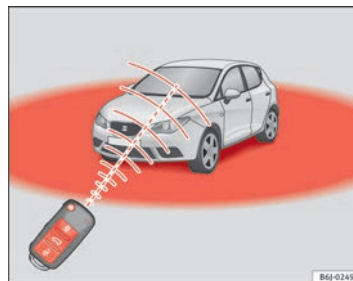

Abb. 47 Wirkungsbe-
Zudem blinkt die Batterie-Kontrollleuchte des Schlüssels  $\Rightarrow$  Abb. 47 auf.
- Die Funk-Fernbedienung funktioniert nur innerhalb ihres Wirkungsbereiches ⇒ Abb. 47.